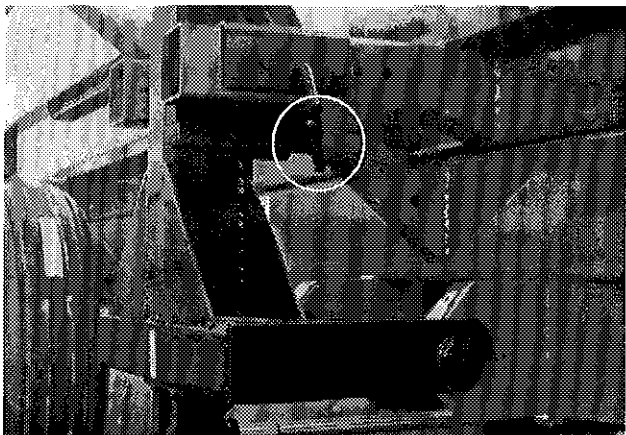

Figure 10
- 5) Lorsque vous ne l'utilisez pas, barrez toujours le bras de chargement à l'aide de la goupille fournie (Figure 10, page 9).
- 1) Barrez le bras de chargement à l'aide de la goupille fournie. (Figure 10, page 9)
- 8) Faites fonctionner toutes les fonctions hydrauliques afin d'éliminer l'air qui pourrait se trouver dans les conduits. **N'oubliez pas d'enlever la goupille qui barre le bras de chargement dans sa position élevée (Figure 10) et assurez vous qu'il n'y a personne dans un rayon de 10 pieds du bras de chargement.**